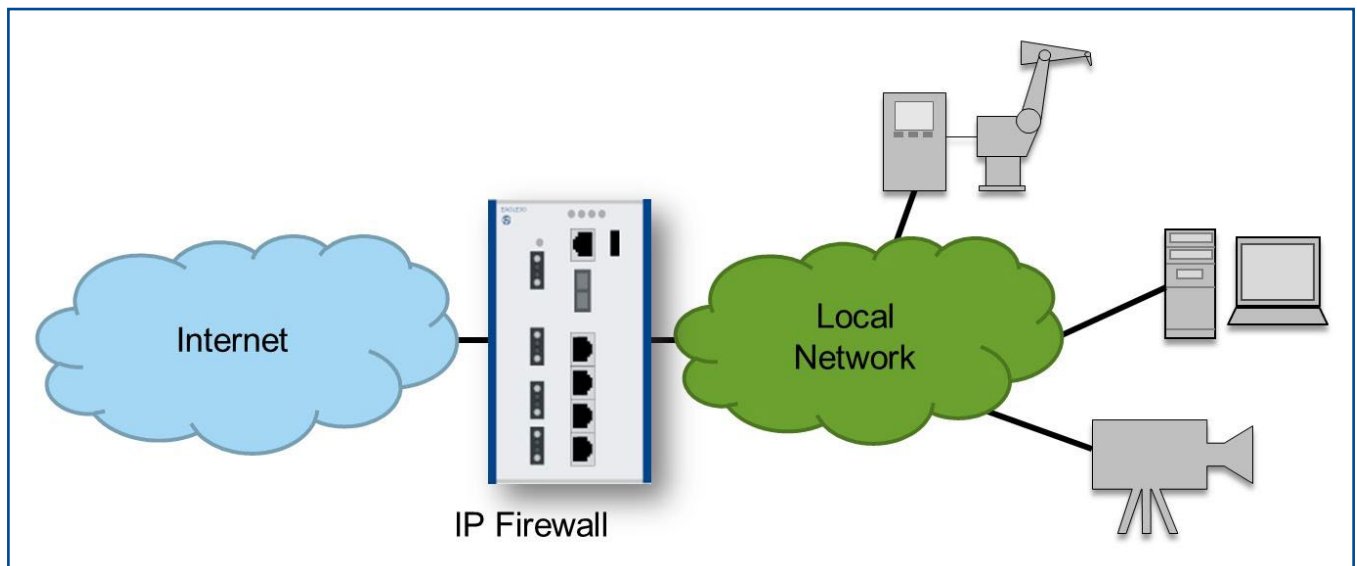

Abb. 1: Firewall zwischen dem Internet und dem lokalen Unternehmensnetzwerk
vom unternehmenseigenen Netzwerk (die Außenstelle) hin zu einem fremden Netzwerk (ein Provider-Netzwerk oder das Internet) darstellt, muss sie über sämtliche Möglichkeiten zur Filterung der Pakete wie auch des Verkehrs zwischen verschiedenen Netzwerken verfügen (siehe Abb. 1). Eine solche Firewall wird als IP Firewall bezeichnet, da sie den Verkehr des Internet Protokolls (IP) überwacht. Weil diese Firewalls oft sehr nahe an den eigentlichen Anlagen installiert werden, muss darauf geachtet werden, dass sie industriegeeignet, also robust sind. Erweiterte Temperaturbereiche und/oder Zulassungen für spezielle Einsatzgebiete (z. B. Energieversorgung, Gefahrenbereiche und Transportwesen) sind maßgebliche Kriterien.